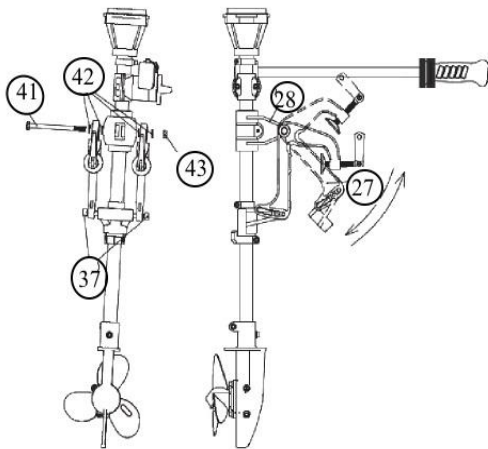

Рисунок 2. Схема крепления дейдвуда
Крепления подвесного мотора производится с помощью винтового зажима рис.2. Они фиксируют фрамугу судна между кронштейном установки двигателя и пластинами винтовой резьбы. Крепления должны проверяться каждый раз, перед тем как эксплуатировать мотор. Страховочный трос или цепь должны быть также использованы для защиты двигателя от падения с лодки, если зажимы разрабатываются в процессе эксплуатации судна. На более крупных бортовых моторах монтажный кронштейн обычно соединяется болтом через пластину фрамуги. Это – более безопасный метод, но нужно регулярно проверять крепления.
- Проверить надежность крепления агрегата к лодке (рис.2)